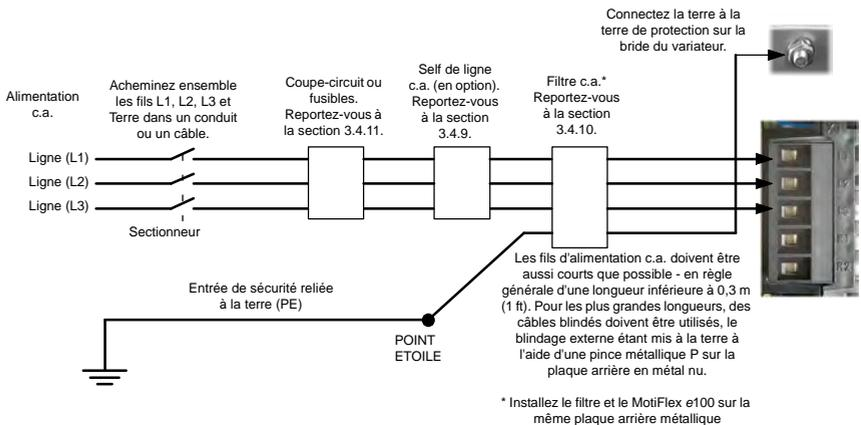

Figure 8: Branchements d'alimentation triphasée - modèles 1,5 A ~ 16 A
Branchez l'alimentation sur L1, L2 et L3 comme illustré à la Figure 8. Aux fins de conformité CE, un filtre CEM doit être connecté entre l'alimentation c.a. et le MotiFlex e100. Si les codes en vigueur au niveau local ne prescrivent pas d'autres réglementations, utilisez pour la mise à la terre un câble qui soit au minimum de même diamètre que pour L1, L2 et L3. Les goujons filetés dépassant des brides en haut et en bas du boîtier peuvent servir de branchement de mise à la terre (PE).
Lorsqu'un variateur partage son bus c.c., une self de ligne doit être installée. Elle doit être connectée entre le fusible (ou coupe-circuit) du variateur source et le filtre d'entrée c.a. (voir la Figure 8, page 3-18). Pour de plus amples détails, reportez-vous à la section A.1.3.